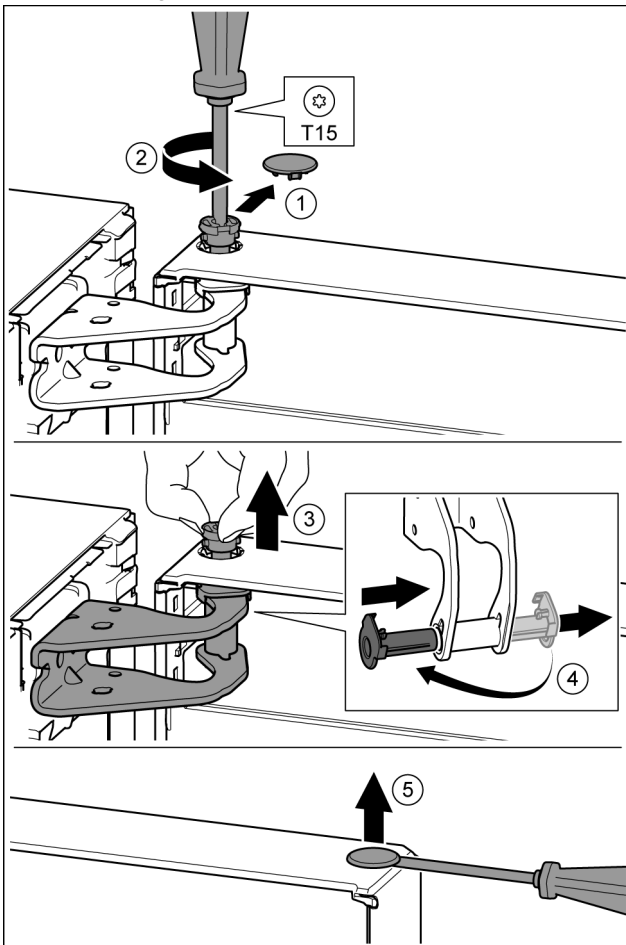

Fig. 22
- Sicherungsabdeckung vorsichtig abziehen. Fig. 22 (1)
- Bolzen mit Schraubendreher T15 ein Stück herausdrehen. Fig. 22 (2)
- Tür festhalten und Bolzen mit den Fingern herausziehen. Fig. 22 (3)
- Lagerbuchse aus Führung ziehen. Von der anderen Seite einsetzen und einrasten. Fig. 22 (4)
- Stopfen aus der Tür Lagerbuchse vorsichtig mit einem Schlitzschraubendreher anheben und herausziehen. Fig. 22 (5)